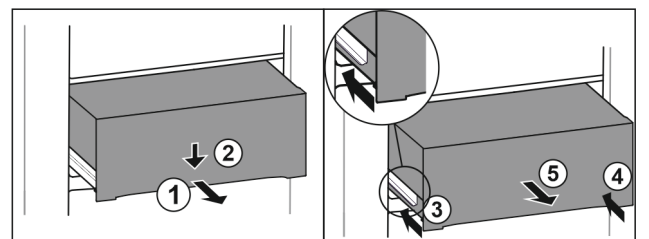

Fig. 158
- ▶ Lade er half uittrekken. Fig. 158 (1)
- ▶ Schuiflade aan de voorzijde omlaag drukken. Fig. 158 (2)
- ▶ Linker rail ca. 2 cm inschuiven. Fig. 158 (3)
- ▶ Rechter rail ca. 2 cm inschuiven. Fig. 158 (4)
- ▶ Lade naar voren toe verwijderen. Fig. 158 (5)